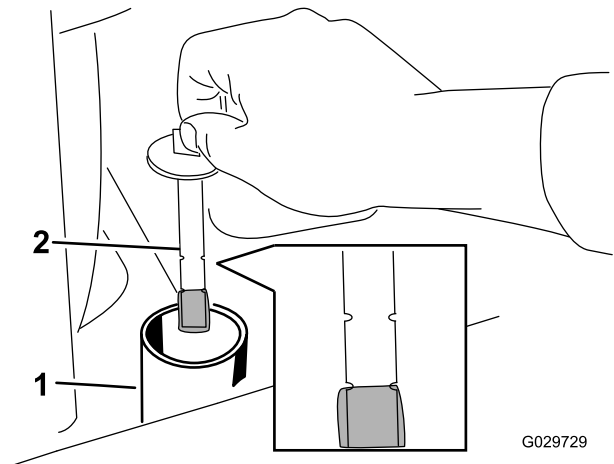

**Figura 69**
7. Pulite la zona intorno al collo del bocchettone del serbatoio idraulico (Figura 69).